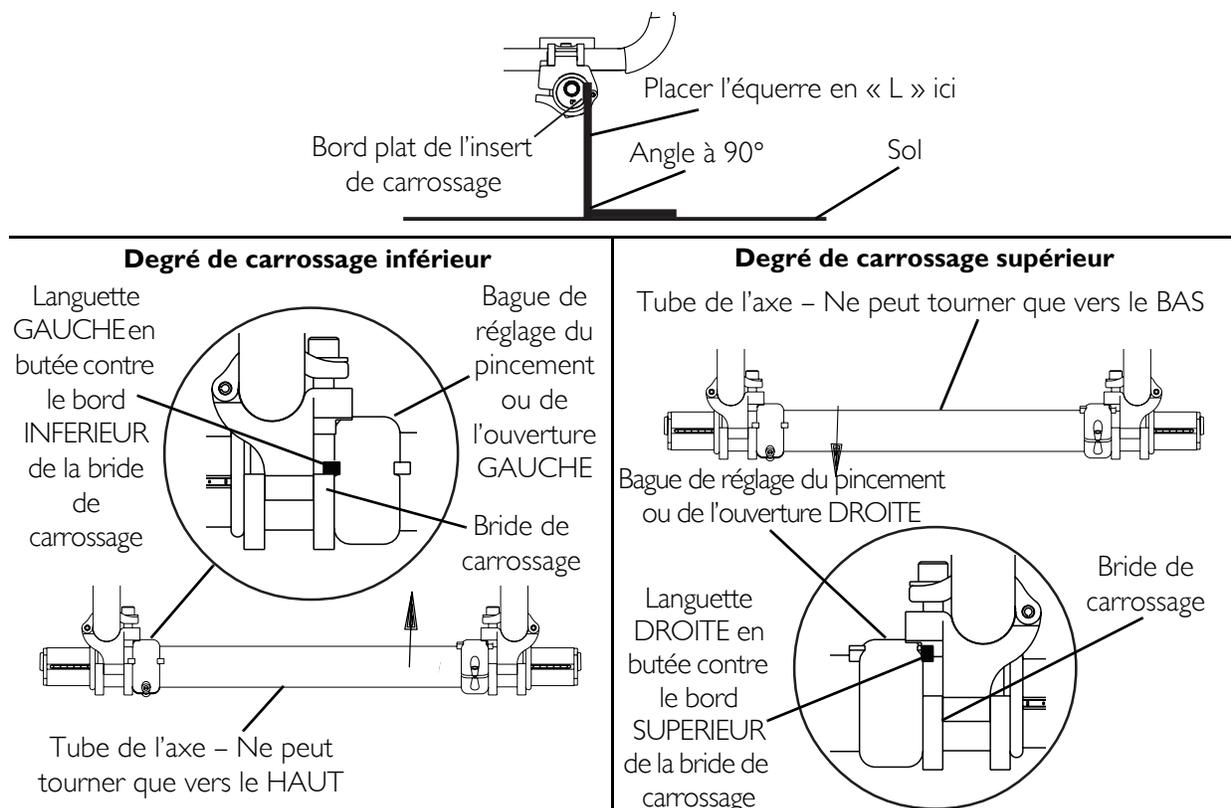

FIGURE 5.17 Ajuster la barre de carrossage - Système de carrossage A4
NOTE: Se référer à la FIGURE 5.17 de la page 53.
2. Desserrer la vis de réglage qui fixe chaque bague de réglage de pincement ou d'ouverture sur le tube de l'axe. FIGURE 5.17
3. En utilisant une équerre en « L », faire tourner le tube de l'axe jusqu'à ce que le bord plat du tube de carrossage soit à 90° avec le sol, comme représenté sur la FIGURE 5.17.